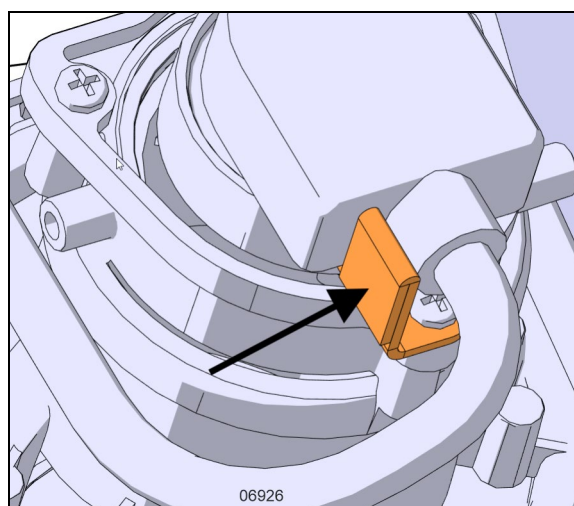

FIGURA 81: TOPE DE CONECTOR
4. Instale el nuevo foco invirtiendo los pasos anteriores y asegúrese que el tope del conector esté en su lugar (Figura 81).